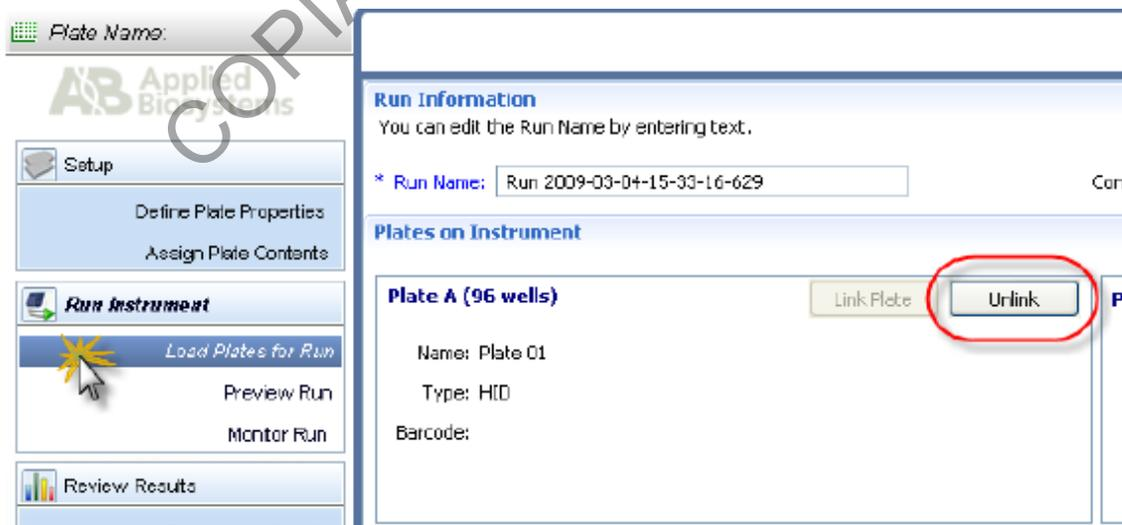

Figura 36. Asignación de posición a la placa vinculada.
7.16.3 La casilla **"Link Plate"** se muestra tanto en la posición A, como en la posición B del instrumento. Seleccione según la posición donde colocó su placa. Aparecerá una pantalla pequeña en la cual debe elegir el proyecto que va a vincular. Selecciónelo y de click a **"Link Plate"**. (ver figura 36)